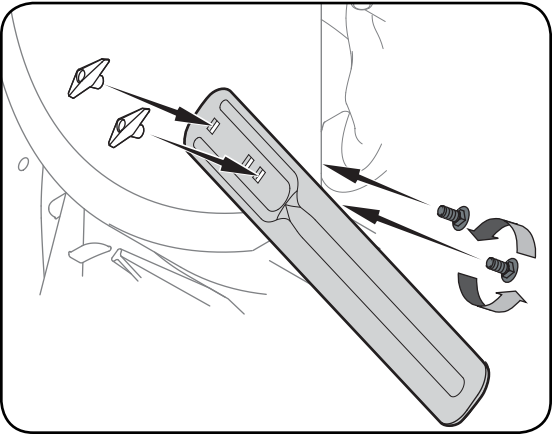

Figure 3-9
- Positionnez les barres de coupe pour qu'elles font face à l'avant comme illustré à la Figure 3-9. Maintenez-les en place avec la boulonnerie enlevée précédemment, les écrous à oreilles devraient être attachés sur l'**extérieur** du logement comme illustré. Si votre souffluse n'est **pas** équipée de barres de coupe, adressez-vous au service après-vente pour tout renseignement concernant le prix et la disponibilité en stock.